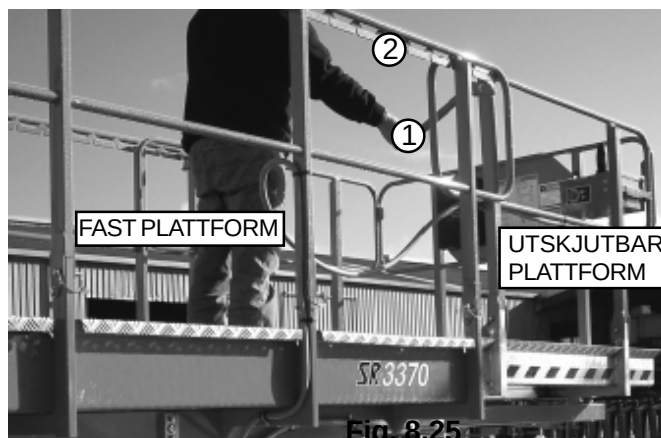

Fig. 8.26
Den utskjutbara plattformsförlängningen (se fig. 8.26) kan låsas i olika positioner. För att flytta den från en position till en annan gör enligt följande:
2. Lyft handtagen (1) för plattformsförlängningen (ett på var sida av plattformen) för att låsa upp (se fig. 8.26).
4. Sänk ned handtagen så att låset (2) låser i ett uttag, (se fig. 8.26).